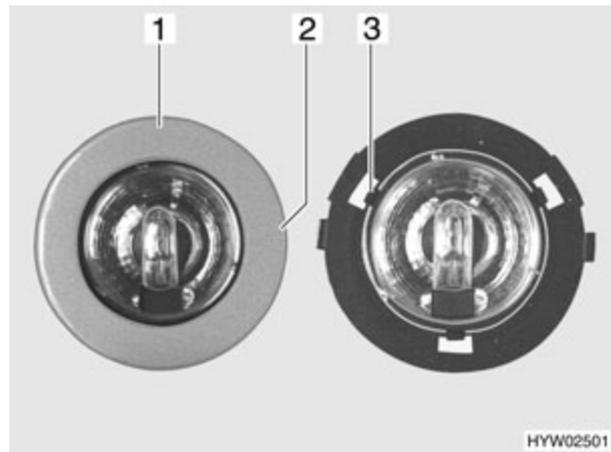

Fig. 196 Lampe halogène (variante 2)
- Faire lentement tourner le cache (Fig. 196,1) jusqu'à ce que le nez (Fig. 196,2) du boîtier s'enclenche dans la rainure située en dessous.
- Trois crochets (Fig. 196,3) maintiennent le panneau de verre de la lampe halogène du boîtier. Appuyer un des trois crochets sur le côté.